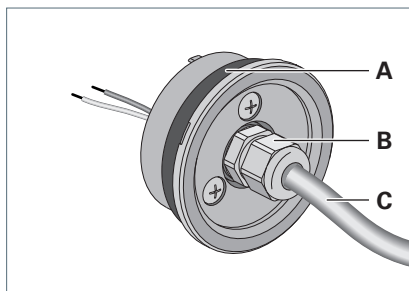

Fig. 3: Luminaire tubulaire RL70.
- Introduisez le câble par le raccord de câble à vis **B**, voir Fig. 3.